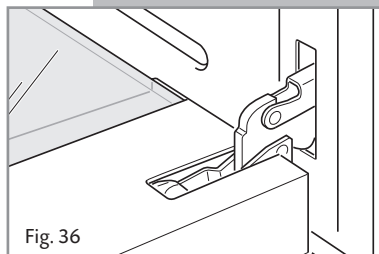

Fig. 36
- Fully open the oven door (fig. 36).